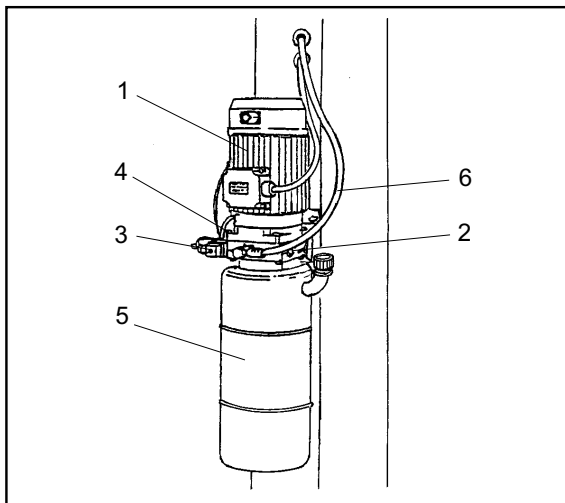

Fig.5 Centralina idraulica
- 2 cilindri idraulici (8), per il sollevamento dei carrelli, ancorati alle piastre superiori delle colonne.
- 1 centralina idraulica (vedi fig.5), posta sulla colonna comando, per l' azionamento dei cilindri.
CENTRALINA IDRAULICA (Fig.5)
- 2 hydraulic cylinders (8), to lift the carriages anchored to the post superior plates.
- 1 hydraulic unit (see. fig. 5), on the command side, to set the cylinders run.
HYDRAULIC POWER UNIT (Fig.5)